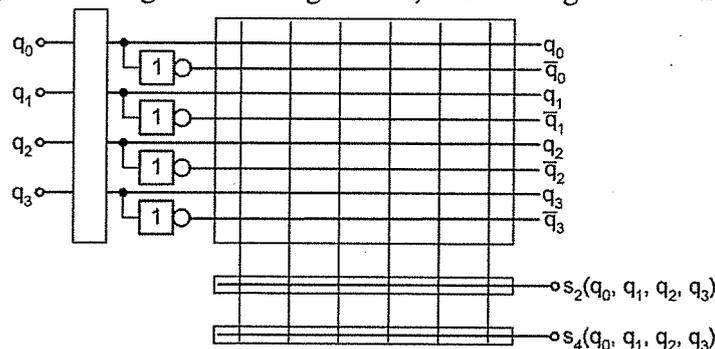

Abbildung 3: Vereinfachte Darstellung für die Kontaktierung Ihres PLAs.
- Setzen Sie die zwei Ansteuersignale  $s_2$  und  $s_4$  in eine Programmierung des PLA-Bausteins (Abb. 3) um. (Hinweis: Wandeln Sie dafür die konjunktive Minimalform, welche Sie in Aufgabe 3c) und 3d) ermittelt haben, in eine disjunktive Minimalform um.) (3 Punkte)
- Gegeben sind die folgenden sechs Mengen von Gattertypen: (1) {and, or}, (2) {nand, not}, (3) {nor, not}, (4) {nand}, (5) {nor} und (6) {xor}.